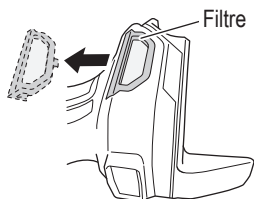

Fig. 23
- Si la maille est bouchée et que les débris ou la poussière ne peuvent pas être retirés, détachez le filtre et nettoyez-le avec un pistolet pneumatique ou autre (Fig. 23).